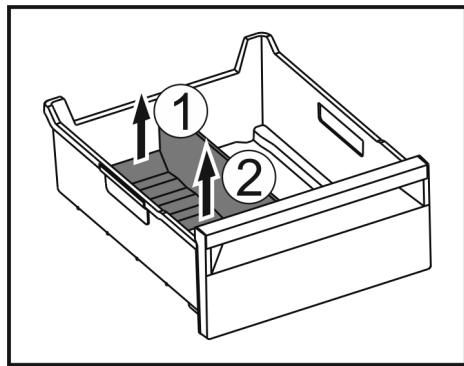

Fig. 175
- Hinteren Teil des Eisfach-Trenners anheben. Fig. 175 (1)
- Eisfach-Trenner nach oben entnehmen. Fig. 175 (2)